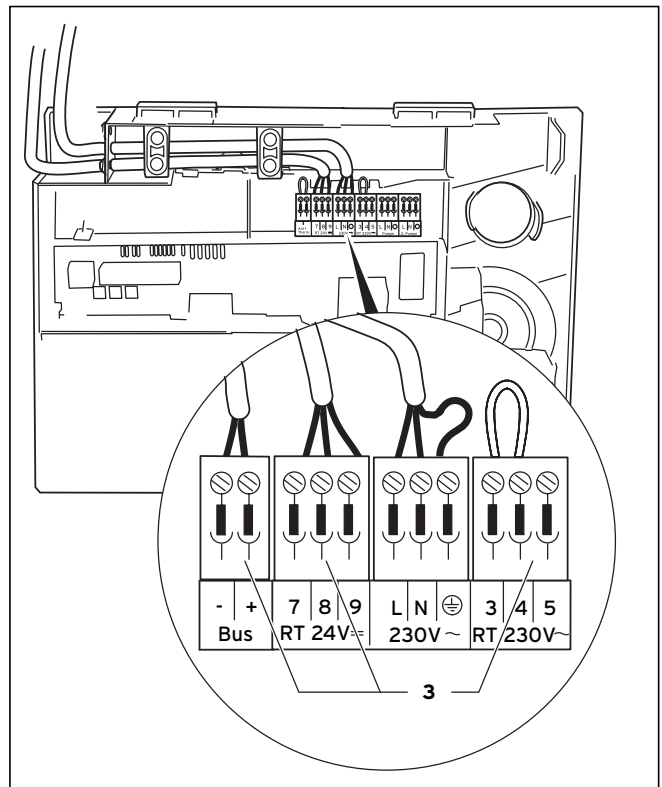

Abb. 5.8 Anschluss einer witterungsgeführten Regelung
- Verlegen Sie die erforderlichen Leitungen zur Anschlussebene im Schaltkasten wie in Abbildung 5.8 gezeigt.
- Schließen Sie die Anschlusskabel entsprechend Abbildung 5.8 an die entsprechenden ProE Stecker bzw. Steckplätze der Elektronik (3) an.